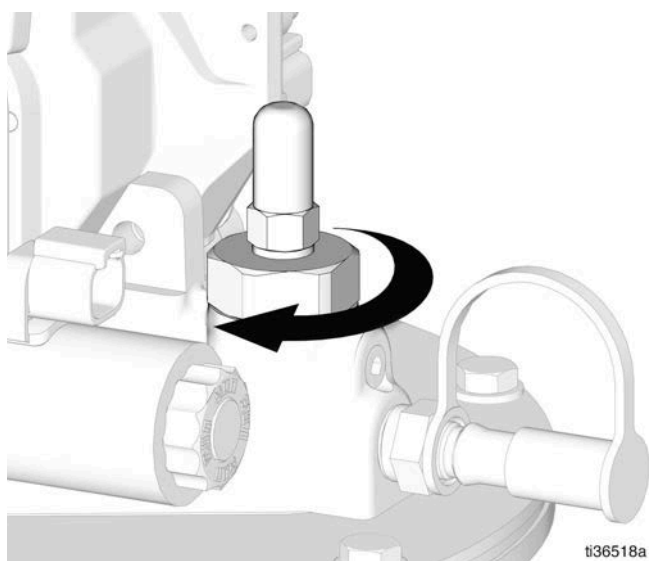

FIG. 7
7. Serrez la cartouche du mécanisme d'arrêt du remplissage automatique de la pompe compacte Dyna-Star (couple de 61-74,5 N•m (FIG. 7).